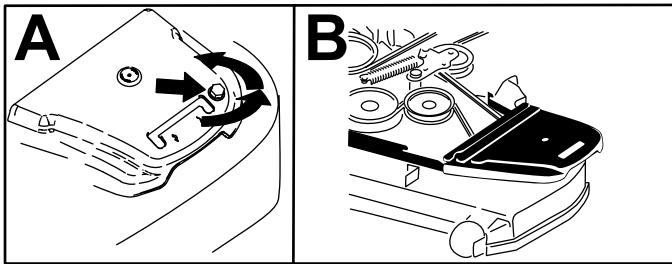

Figura 62
7. Retire las cubiertas de las correas y los pernos que están sujetos a las mismas (Figura 62).